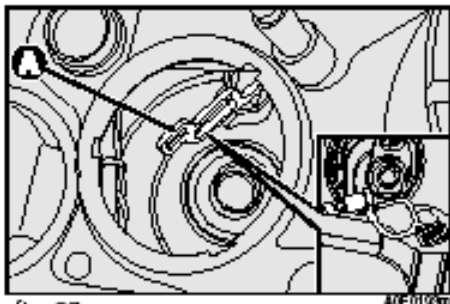

рис.27
- Нажать на язычок **А** - **рис.27**, извлечь лампу и заменить ее;